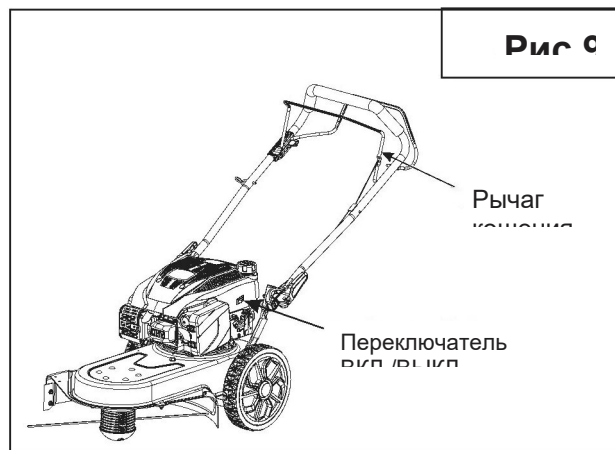

Рис. 9
1. Отпустите рычаг ВКЛ./ВЫКЛ. [ON/OFF] (рис. 9).